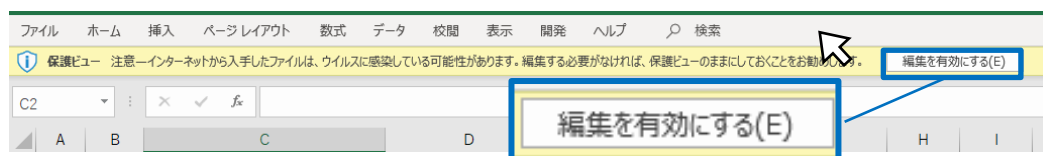

図3 利用開始時の警告メッセージ ①
- 初めて使用する際、次の警告メッセージ（図3）が表示されることがありますが、その場合は「編集を有効にする」をクリックしてください。